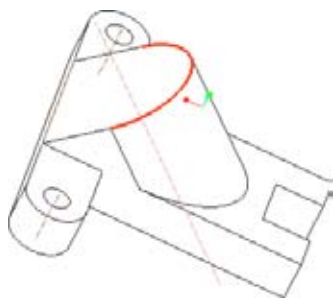

图3-119 选取边线
- 01 单击【基准】命令组中的【轴】按钮, 系统弹出【基准轴】对话框, 并提示选取参考以放置轴。根据系统提示, 选取边曲线作为创建基准轴的参考, 如图3-119所示。单击【确定】按钮, 创建基准轴A-4, 如图3-120所示。